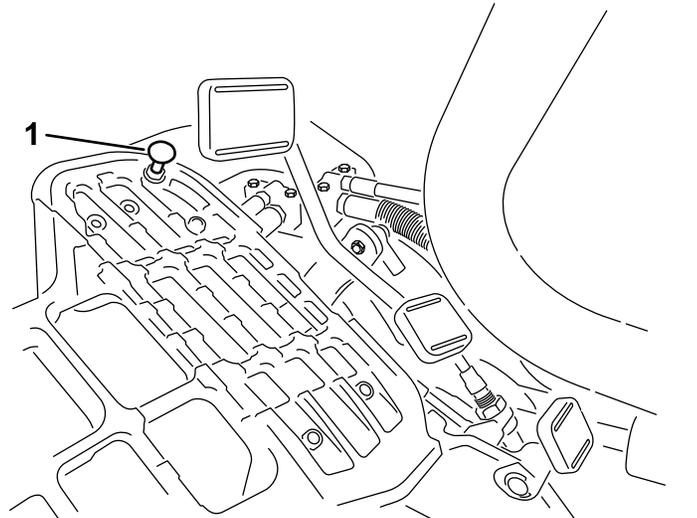

图 44
要获得最大行驶速度，请将功能控制杆放在行驶位置，并踩下驱动踏板。如果在拉线感到张紧力之前，踏板接触到限位器（图 44），请执行以下调节程序：
1. 将功能控制杆放在行驶位置，松开将踏板限位器固定至底板上的锁紧螺母（图 44）。